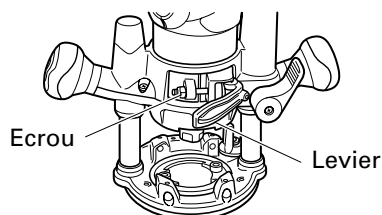

Fig. 3
- (3) Refermer le levier. (Fig. 3)